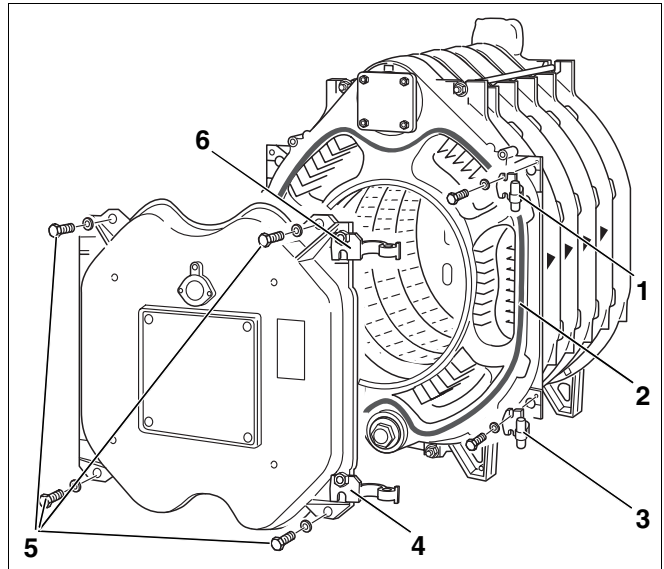

Fig. 26 Montarea uşii arzătorului
Cele două balamalele "mamă" (fig. 26, **poz. 4 și 6**) sunt montate din fabrică în partea dreaptă a uşii arzătorului. Pentru deschiderea uşii spre stânga, balamalele se montează în partea stângă a uşii arzătorului.
- Balamalele "tată" (fig. 26, **poz. 1 și 3**) fixează cu câte 2 șuruburi cu cap hexagonal M 12 x 50 pe elementul de cazan anterior. În fig. 26 este reprezentată deschiderea uşii spre dreapta. În mod corespunzător, la deschiderea uşii spre stânga, balamalele "tată" trebuie să fie fixate în partea stângă.
- Șnurul GP Ø 18 mm se lipește pe elementul anterior cu adeziv Silastik. Capetele șnurului trebuie să fie poziționate lateral (fig. 26, **poz. 2**).
- Se închide ușa arzătorului și se fixează cu 4 șuruburi mecanice (M16 x 140) (fig. 26, **poz. 5**). Șuruburile se strâng uniform, în cruce.